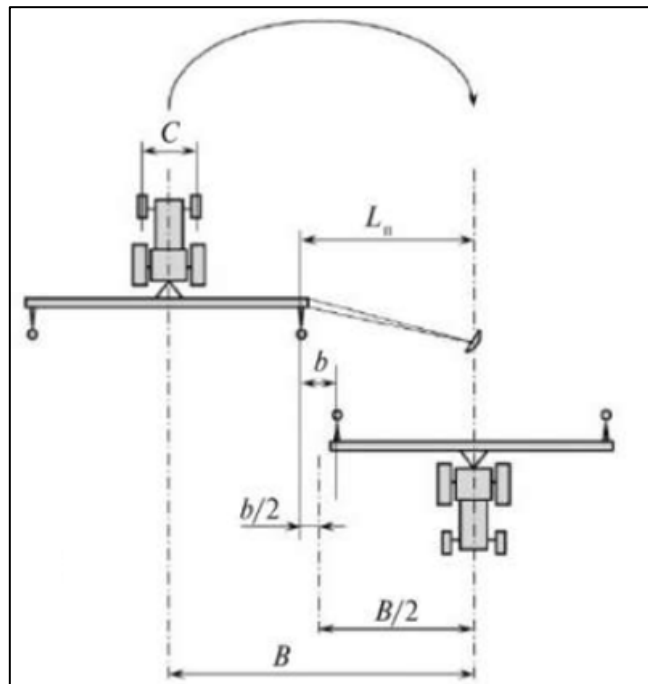

Рисунок 80 – Схема прохода сеялки
Если вождение сеялки осуществляется центром трактора по маркерной линии, тогда длина вылета маркеров равна сумме половины ширины захвата сеялки и половины ширины междурядий, формула (3), рис. 80.